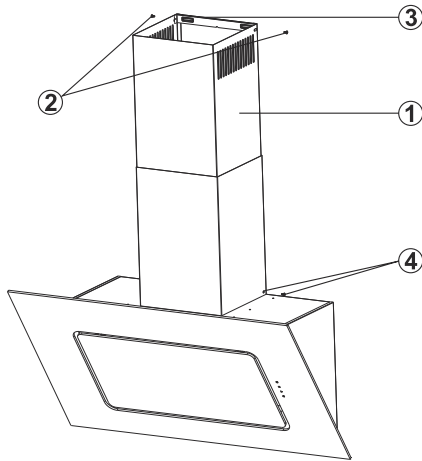

Fig. 9: MONTERING AV SKORSTEN
- Dra upp den invändiga skorstenen mot taket. Fäst den med två skruvar på sidorna i toppen (2). Skruva också fast den utvändiga skorstenen på sidorna i botten (4) (Fig. 9).